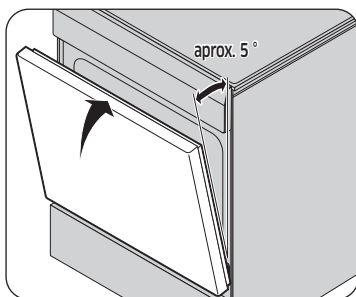

Fig. 1
4. Cierre la puerta hasta la posición de remoción, que es aproximadamente a 5 grados de la posición vertical (Fig. 1).